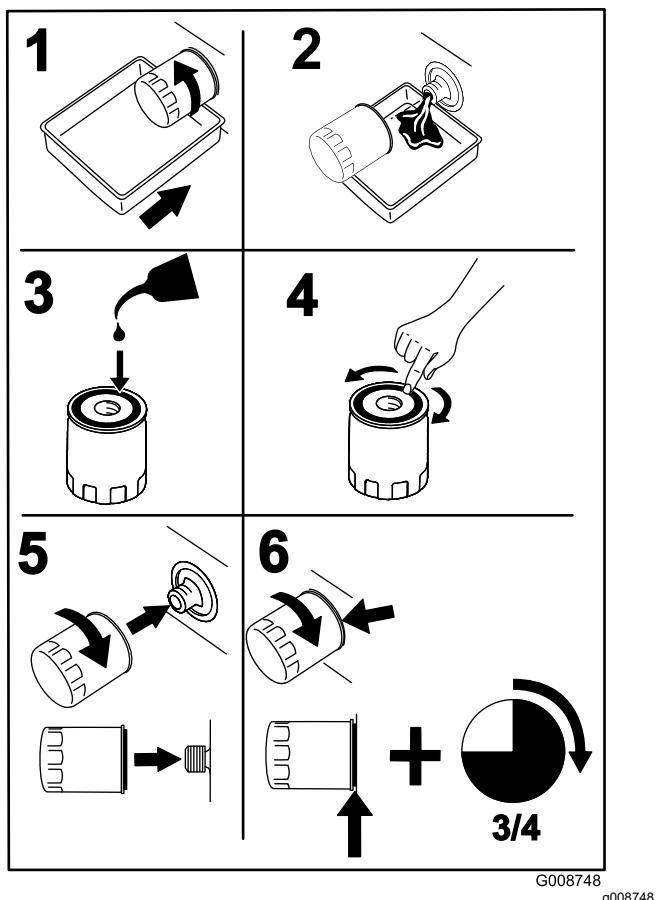

Figura 39
- Coloque un recipiente debajo del filtro de aceite, y gire el filtro en sentido antihorario para retirarlo (Figura 39).